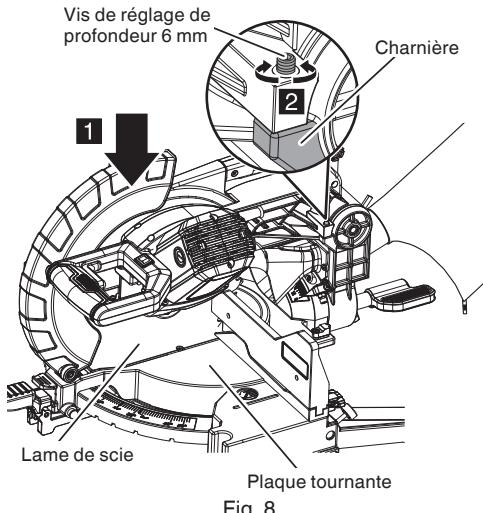

Fig. 8
Pour régler la position limite de la lame de scie, suivre la procédure (1) indiquée ci-après (Fig. 8).